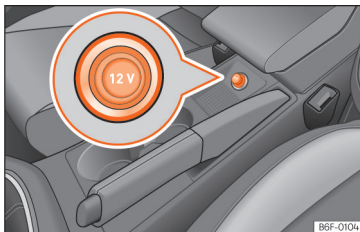

Fig. 128 Tomada de corrente de 12 Volts do veículo.
- Retire a tampa da tomada de corrente situada na consola central >>> Fig. 128.